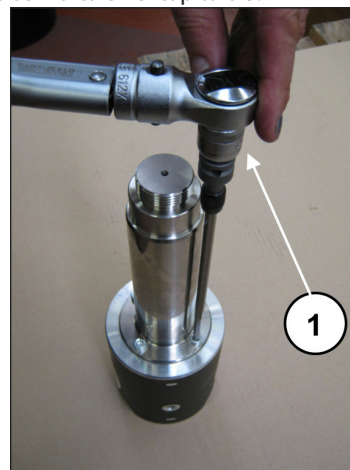

Fig. 46
Bloquear la guía del pistón con la herramienta específica y apretar los tornillos con la llave dinamométrica (pos. ①, Fig. 46) como se indica en el capítulo 3.